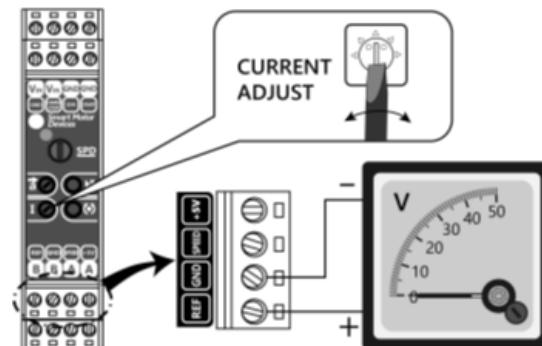

Abb. 3. Anschluss eines Voltmeters zur Einstellung der maximalen Motorstrombegrenzung
- 8) Stellen Sie mit dem Potentiometer «CURRENT ADJUST» den maximalen Motorstrom ein. Stellen Sie das Potentiometer «CURRENT ADJUST» ein und kontrollieren Sie die eingestellte Strombegrenzung mit einem Voltmeter, das an die Klemmen «GND» und «Vref» angeschlossen ist (Abb.3). Die Motorstrombegrenzung kann wie folgt berechnet werden:  $I_{lim} = 0,1 + 19,9 \times (V_{ref}/3,3)$